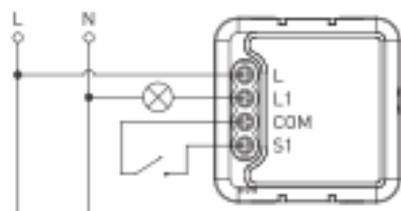

Рисунок 2.1
- с одним выключателем (см. рисунок 2.1);